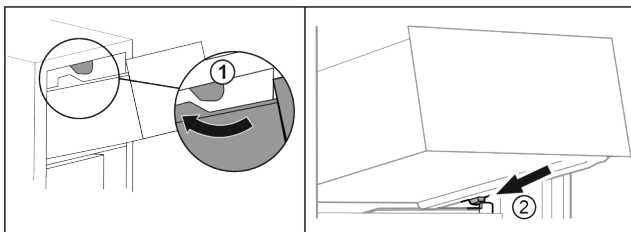

Fig. 65
- ▶ Schubfach um die oberen Stopper herumführen. Fig. 65 (1)
- ▶ Schubfach schräg hinter den unteren Stoppfern auf Behälterrippe aufsetzen. Fig. 65 (2)